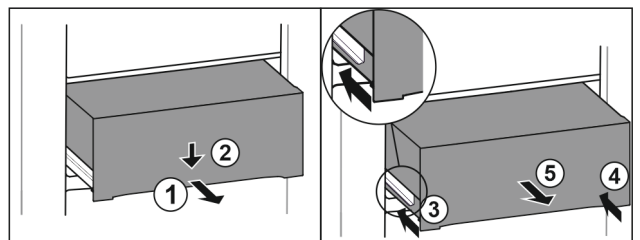

Fig. 113
- Estrarre il cassetto a metà. Fig. 113 (1)
- Premere il cassetto sul lato anteriore verso il basso. Fig. 113 (2)
- Spingere la guida sinistra di circa 2 cm verso l'interno. Fig. 113 (3)
- Spingere la guida destra di circa 2 cm verso l'interno. Fig. 113 (4)
- Rimuovere il cassetto tirandolo in avanti. Fig. 113 (5)